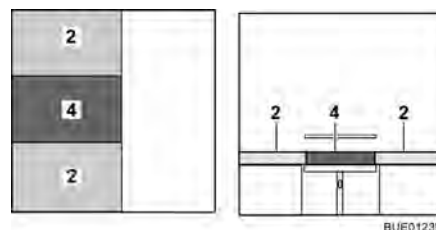

Fig. 87 Después de la transformación
- Colocar el cojín adicional (Fig. 87,4) entre los cojines del asiento (Fig. 87,2).